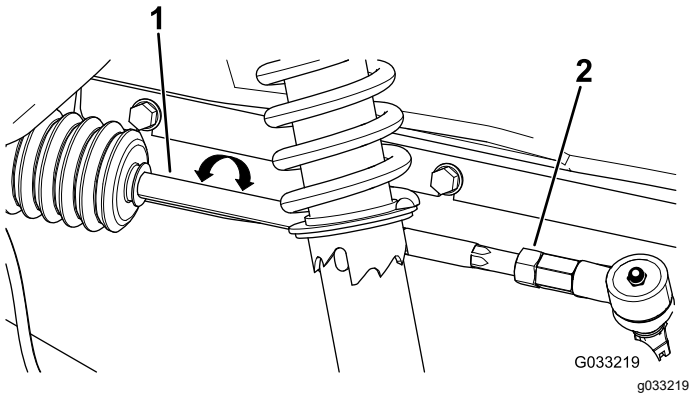

Figura 50
2. Si la distancia no es de entre 0 y 6 mm, afloje las contratuercas en el extremo exterior de las bielas (Figura 50).